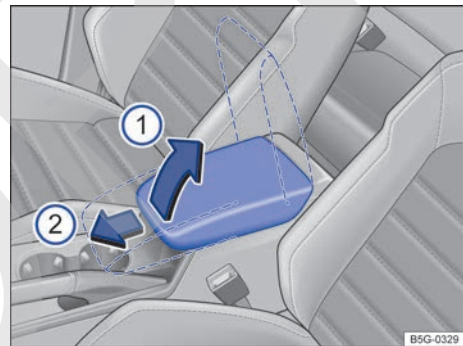

Fig. 82 Reposabrazos central delantero.
Para *levantar* el reposabrazos, pulse el botón de desbloqueo y tire del reposabrazos hacia arriba en el sentido de la flecha → **fig. 82** ① encastre por encastre.